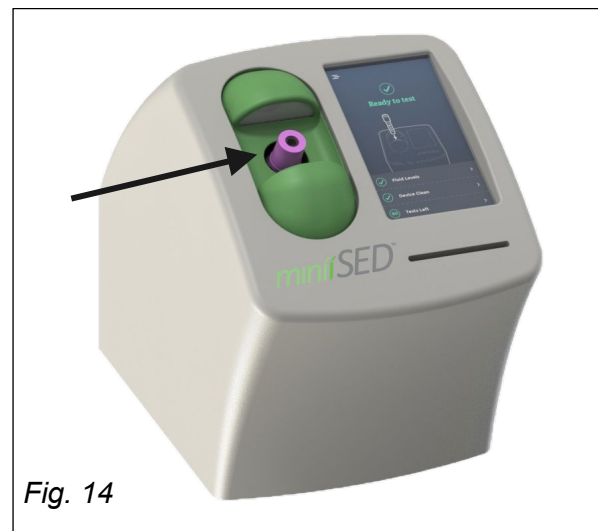

Fig. 14
- 4.2.1. Inserte el tubo cerrado principal con el código de barras hacia abajo, en el puerto de carga del analizador, como se indica (Fig. 14).